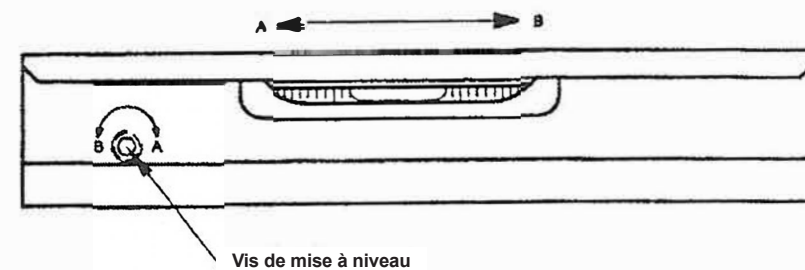

Fig. 3
4. Utiliser le tournevis fourni avec le niveau et tourner la vis de mise à niveau, comme montré à la figure 3.